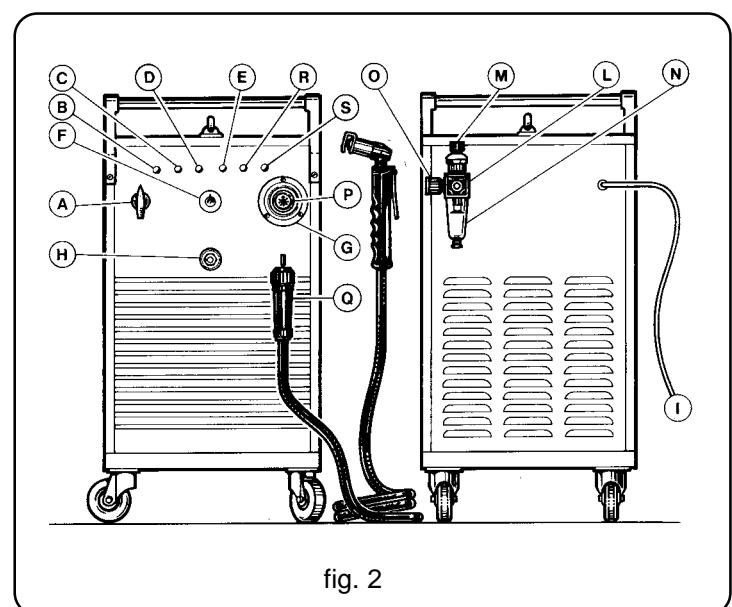

fig. 2
- In caso di un collegamento con spina, usarne una di capacità in accordo con i dati di targa. In questo caso la spina deve essere usata per scollegare completamente la macchina dalla rete, dopo aver posizionato so "O" l'interruttore **A** (fig. 2).
Per evitare eventuali sovraccarichi, posta sugli avvolgimenti del trasformatore di potenza ed evidenziata dall'accensione della lampada spia **C** (vedi fig.2).
Per evitare che la macchina lavori con pressione aria insufficiente. E' posta sull'alimentazione della torcia ed è evidenziata dalla spia **D** (vedi fig.2).
- 2) che manda in blocco la macchina quando l'elettrodo raggiunge uno stato di usura tale da dover essere sostituito. Questa funzione è evidenziata dall'accensione della spia **E** (fig.2).